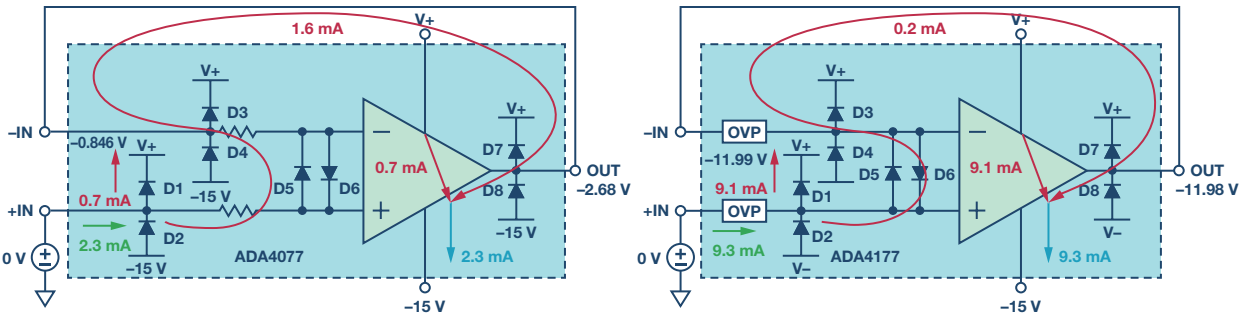

图4. V+未上电时ADA4077/ADA4177电流路径 (输入接地)
- ▶ 电流流动路径: 如图4中的红色路径所示, 0.7 mA电流从GND (+IN)流到V+。1.6 mA电流从GND (+IN)经过内部电阻、D5以及-IN和OUT之间的反馈路径, 流入输出端。最后, 这两个电流 (0.7 mA和1.6 mA) 汇合流至-15 V, 合并后的电流流回GND (+IN)。
ADA4177-2和ADA4077-2的结果类似。注意, ADA4177-2中的D1是通过横向PNP晶体管的发射极基极实现的。该晶体管将过压电流从V+带走到V-。图4中的ADA4177电路显示有9.1 mA电流从V+流回V-, 并